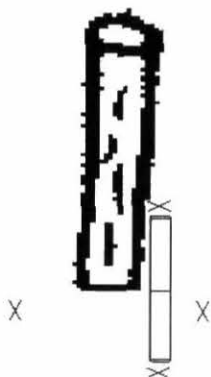

Figura 11. Cálculo cajuela de siembra
3. Repita estos dos procedimientos, esta vez ubicando el palo de hoyado en posición diferente, es decir cambiar de vertical a horizontal o viceversa. (Véase figura 11)